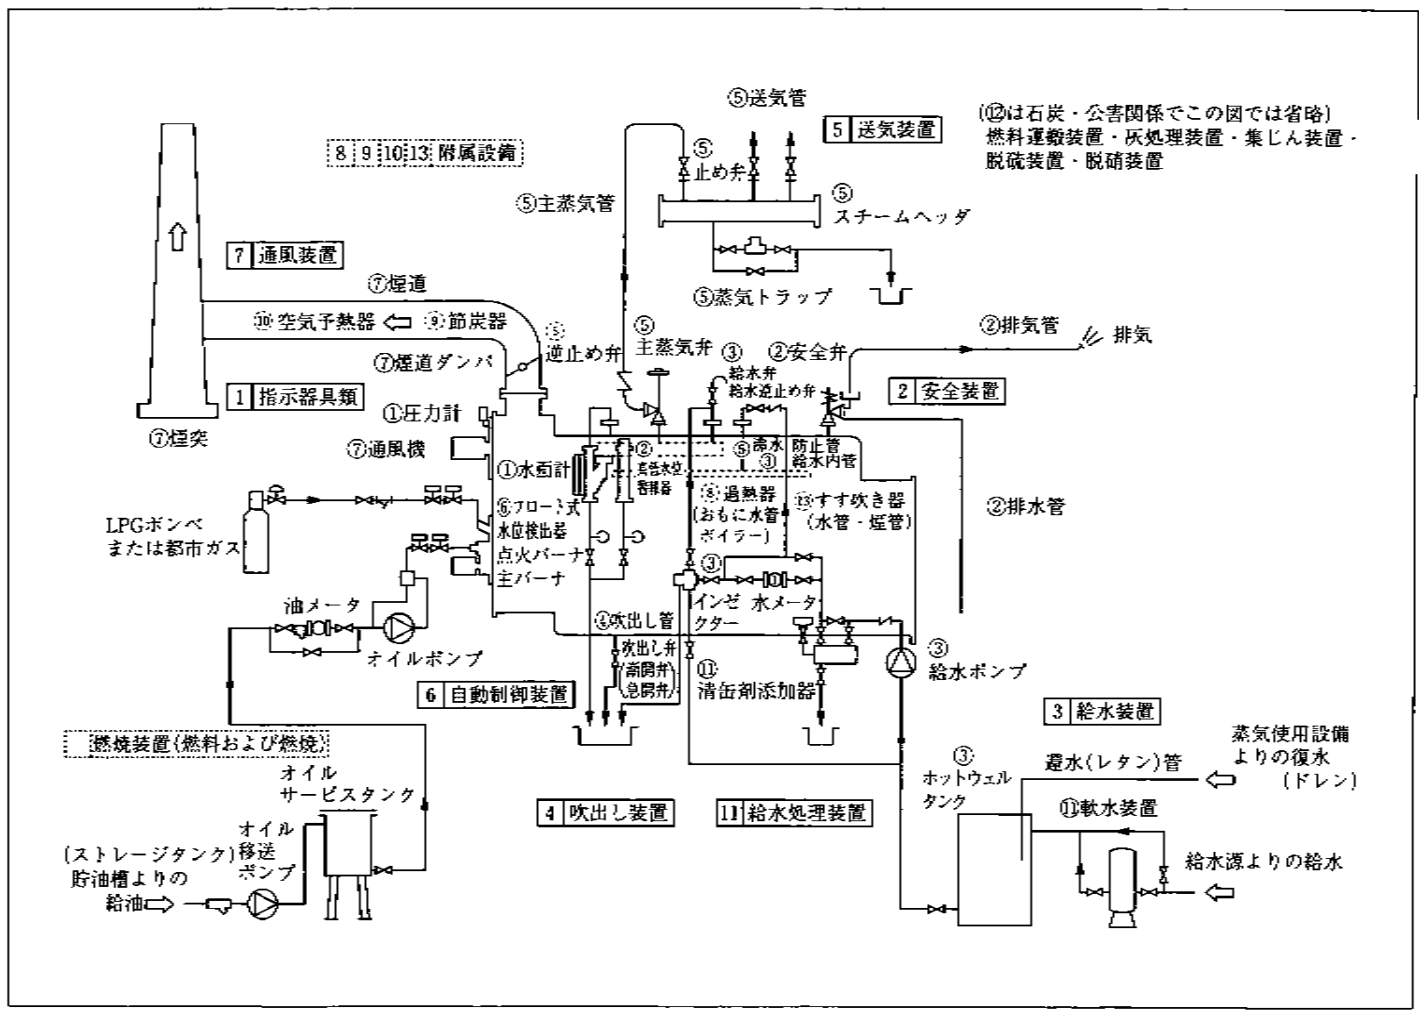

図1-6 附属品、附属装置および附属設備の系統図
ボイラーには、いろいろの目的をもった附属品、附属装置および附属設備が設けられています。種類が多くなかなかわかりづらいのですが、試験ではボイラーの構造でも、ボイラーの取扱いでも、いちばん多く出題されています。科目別10問のうち4問がここから出されています。そこで、ある程度系統別の整理をして学習する必要があります。前記の①～⑬は、一般的な系統別に記載してあり、図1-6にこれを示します。図中の番号はすべて符合するように記述してありますが、炉筒煙管ボイラーの絵に挿入した関係上、一般には付設されていないものも、理解をたすけるために掲載してありますので、その点を注意して見てください。系統別に着色し色分けして学習に利用してください。